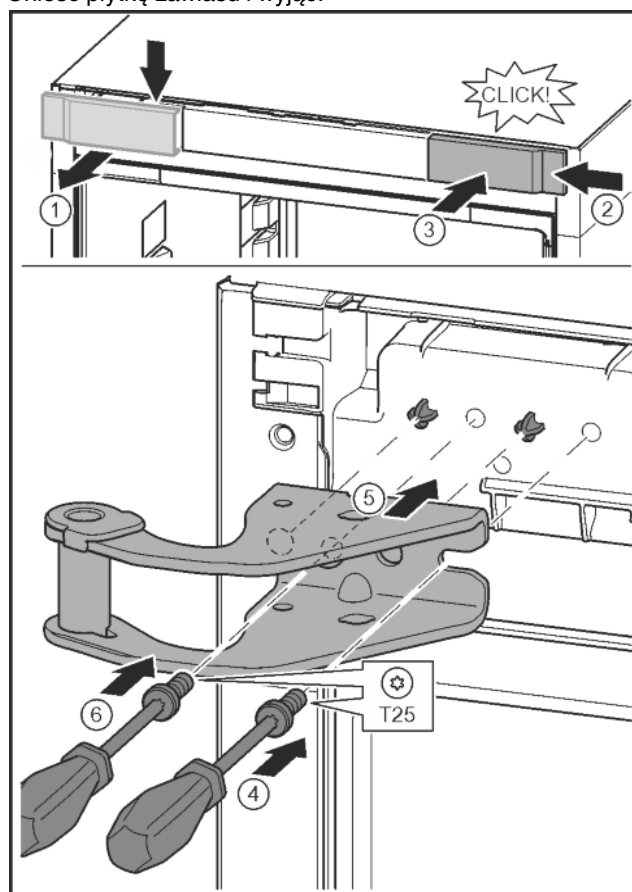

Fig. 10
- Poluzować osłonę i zdjąć w bok. Fig. 10 (1)
- Osłonę obróconą o 180° założyć z drugiej strony od prawej. Fig. 10 (2)
- Zazębić osłonę. Fig. 10 (3)
- Śrubę założyć przy pomocy śrubokręta T25. Fig. 10 (4)
- Założyć górną płytkę zawiasu. Fig. 10 (5)
- Dokręcić śrubę. Fig. 10 (4)
- Śrubę założyć przy pomocy śrubokręta T25 i mocno dokręcić. Fig. 10 (6)